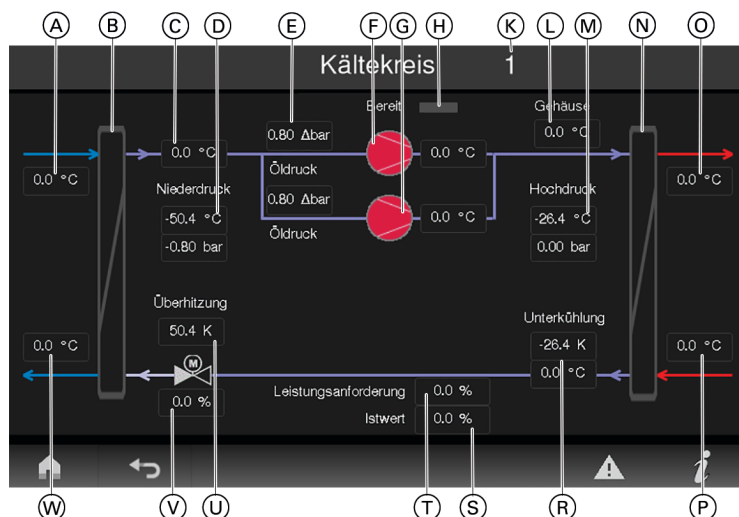

Рис. 15
- Нажмите на тепловой насос: отображается холодильный контур, см. на рис. 15.